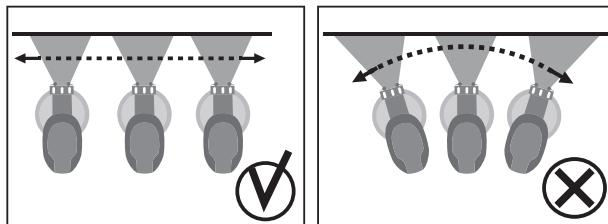

Рис. 4
1. Установите распылитель на расстоянии 25-30 см от окрашиваемой поверхности. Включите изделие, сначала нажав кнопку включения компрессора, затем курок выключателя (1).
Примечание! Расхода материала определяется регулятором (2). Равномерно ведите изделие вдоль окрашиваемой поверхности, держа распылитель перпендикулярно ей. В процессе работы не отклоняйте изделие от перпендикулярного положения (Рис. 4).
2. По окончании работы выключите изделие, отпустив курок (7) и выключив компрессор кнопкой (1). Отключите изделие от сети.